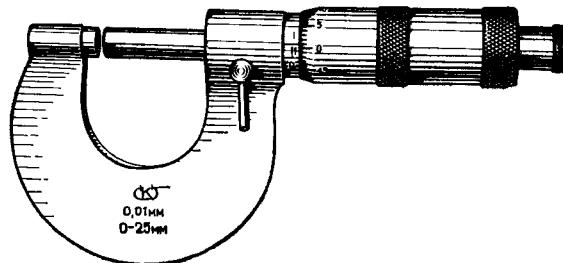

Рис. 23. Микрометр
При постановке двойной струны сначала отмеряют приблизительно материал на две струны, затем пропускают сквозь аграфы оба конца, петлей огибают рамный штифт, накручивают струны на колки и лишь при определенном их натяжении подправляют ломиком и устанавливают на штеговых штифтах. Диаметр струн определяют микрометром (см. рис. 23), измерив сначала об缠вавную.
10) Микрометр для измерения диаметра струн, штифтовальной проволоки, колков (см. рис. 23).